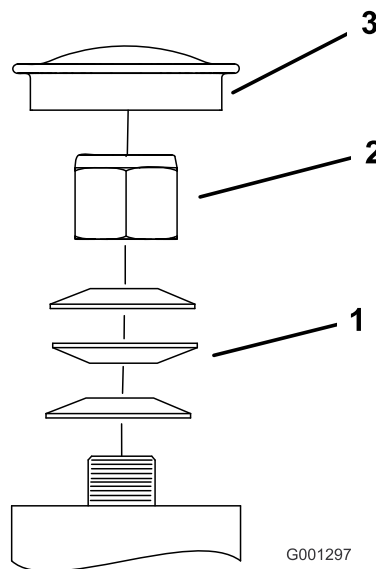

Figure 53
3. Retirez le capuchon antipoussière de la roue pivotante et serrez le contre-écrou (Figure 53).
4. Continuez de le serrer jusqu'à ce que les rondelles élastiques soient aplaties, puis desserrez-le de  $\frac{1}{4}$  de tour pour obtenir la précharge correcte des roulements (Figure 53).
**Important:** Veillez à placer les rondelles élastiques comme montré à la Figure 53.
5. Remettez le capuchon antipoussière en place (Figure 53).